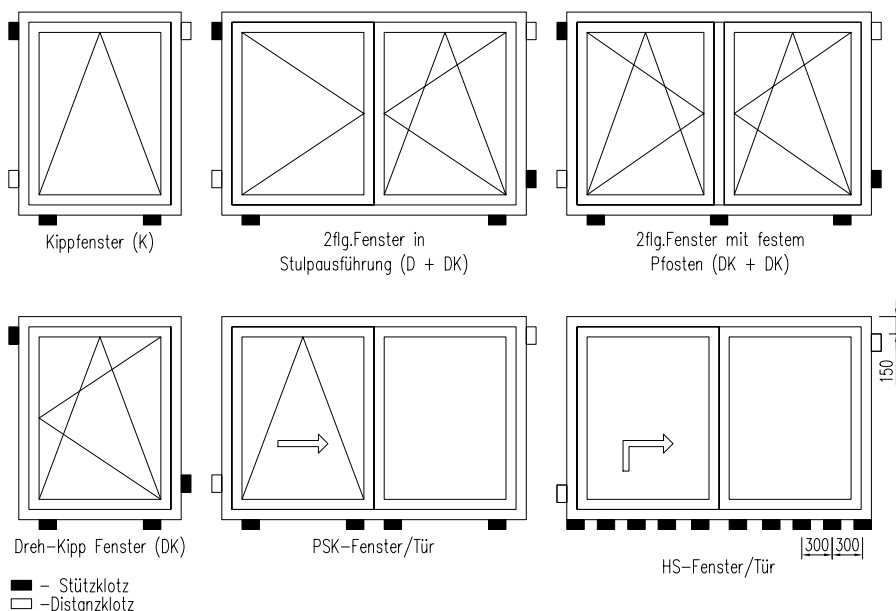

Abb. 4. Anordnung von Stütz- und Distanzklötzen
9. Zur Einstellung von Fenstern/Türen in den Wandöffnungen (Rahmen) werden Stütz- und Distanzklötze verwendet. Die Verteilung der Klötze, je nach der Art, dem Typ und der Größe des Fensters/der Tür sowie derer Öffnungsart, wurde in (Abb. 4, S. 9) dargestellt. Die Stütz- und Distanzklötze sollten so angeordnet werden, um die Möglichkeit der Verformung der Fenster- und Türrahmen (Zargen) durch Temperatur, Eigengewicht oder Betriebsbelastungen zu minimieren. Untere Stützklötze sollten möglichst zentral unter den vertikalen Elementen des Blendrahmens oder des Pfostens platziert werden. Bei den großen Hebeschiebetüren und Parallel-Schiebe-Kipptüren sollte die untere Laufschiene stabil über die gesamte Länge in den Abständen von max. 300mm gestützt werden. Die Distanzklötze, die zur Positionierung des Fensters/der Tür in der Öffnung verwendet werden, sind nach der Befestigung des Rahmens zu entfernen. Die Stützblöcke dürfen jedoch nicht entfernt werden.